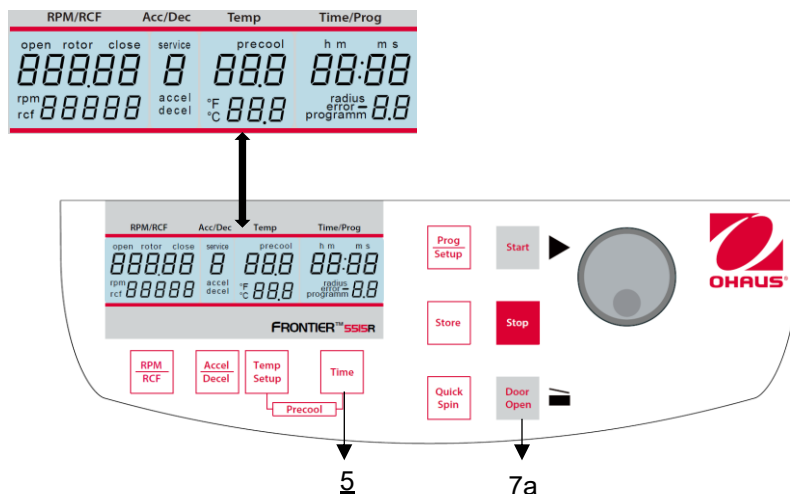

Abbildung 29
Öffnen Sie den Zentrifugendeckel und schalten Sie den Hauptschalter aus. Schalten Sie nun den Hauptschalter wieder ein. Für ca. 3 Sekunden wird im Display die Modellbezeichnung und die aktuelle Softwareversion angezeigt. Drücken Sie während dieser Zeit gleichzeitig die Tasten **"Time"** (5) und **"Door Open"** (7a). Daraufhin wird für ca. 3 Sekunden ein Displaytest durchgeführt. Alle Anzeigen erscheinen gleichzeitig (**siehe Abbildung 29**).